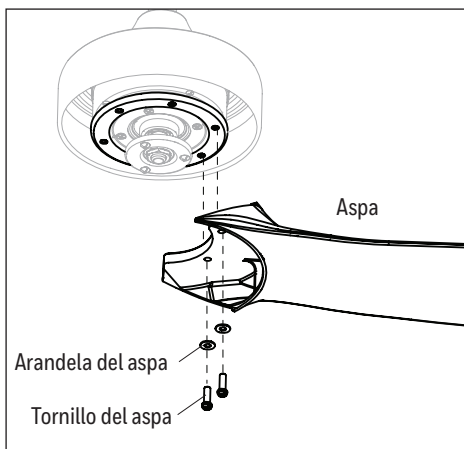

Figure 5.3
3. Alinee los orificios de un aspa con los dos orificios para tornillos del aspa en la parte inferior del ensamble del motor. Asegure el aspa con dos tornillos y arandelas para el aspa. Repita los mismos pasos para el resto de las aspas (Figure 5.3).